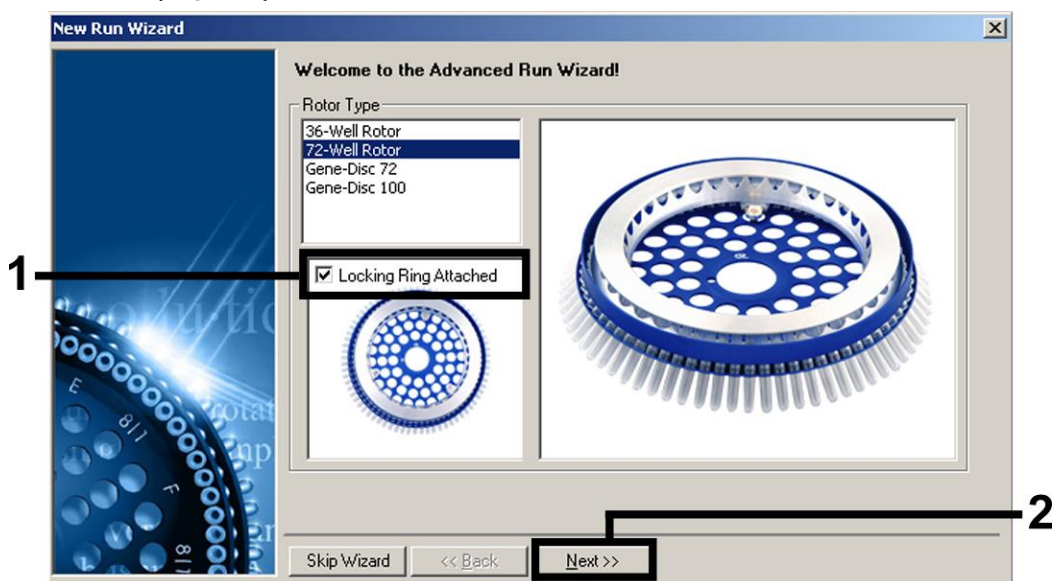

Figura 1. A caixa de diálogo “New Run Wizard”.
5. Abrir a caixa de diálogo “New Run Wizard” (Assistente de novo ensaio) (figura 1). Assinalar a caixa “Locking Ring Attached” (Anel bloqueador conectado) e clicar em “Next” (Seguinte).